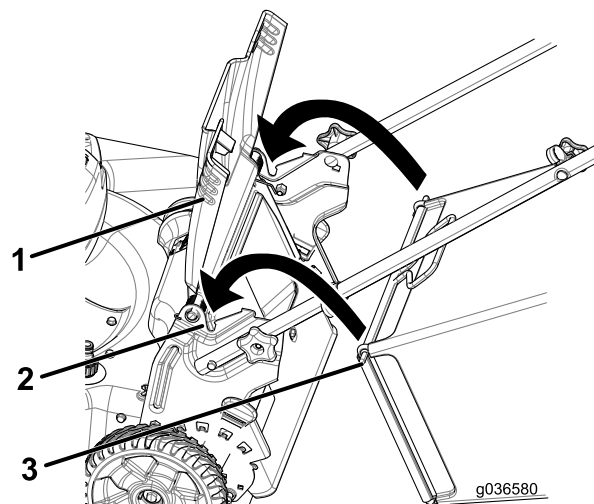

Figura 21
1. Levante y sujete el deflector trasero (Figura 21).
2. Instale la bolsa de recogida, asegurándose de que los pasadores de la bolsa descansan en las muecas del manillar (Figura 21).